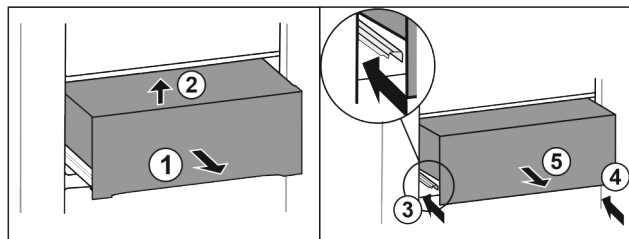

Fig. 42
- ▶ Lade er half uittrekken. Fig. 42 (1)
- ▶ Lade aan de voorkant optillen. Fig. 42 (2)
- ▶ Linker rail erin schuiven. Fig. 42 (3)
- ▶ Rechter rail erin schuiven. Fig. 42 (4)
- ▶ Lade naar voren toe verwijderen. Fig. 42 (5)